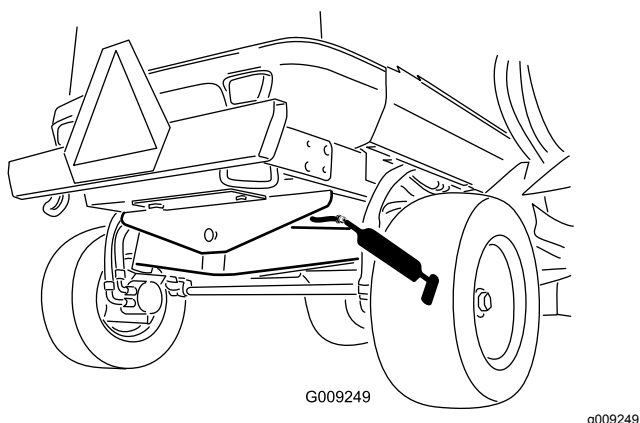

Figura 71
- 1 boccola del perno di articolazione dell'assale posteriore (Figura 71)